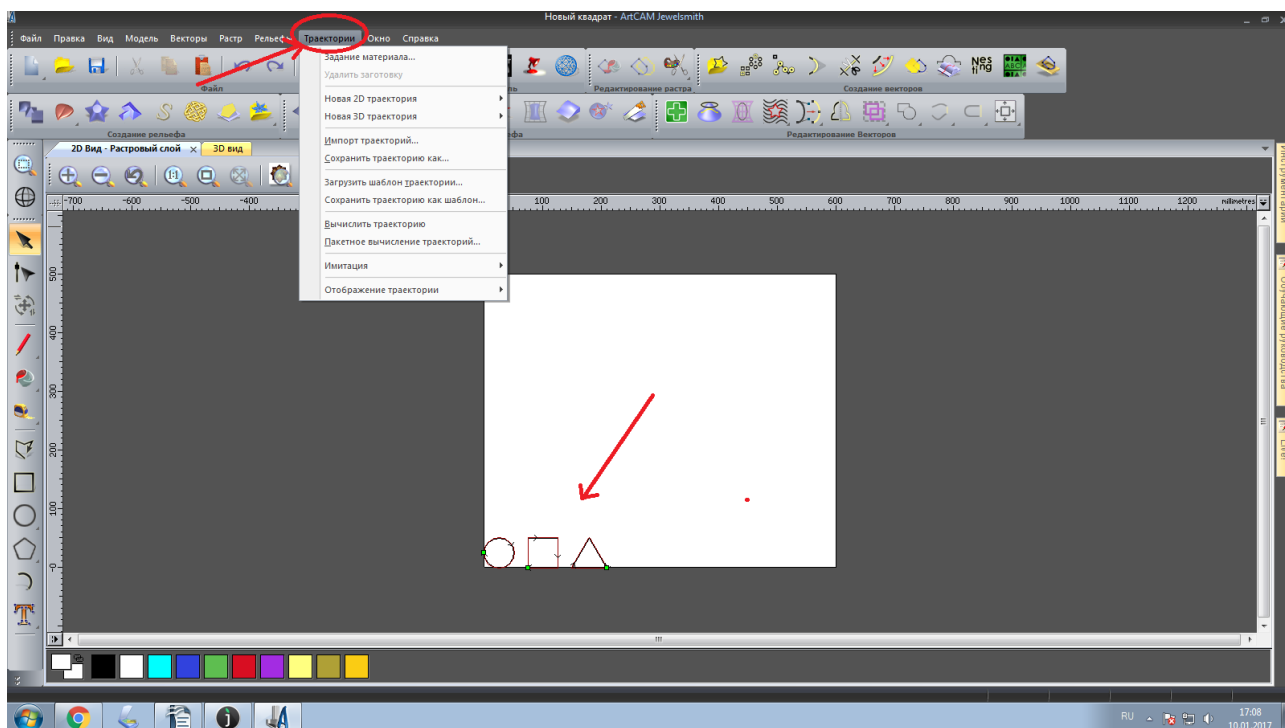

Рисунок 46. Вкладка траектории
48. Для сохранения траектории нажмите вкладку «Траектории», рисунок 46